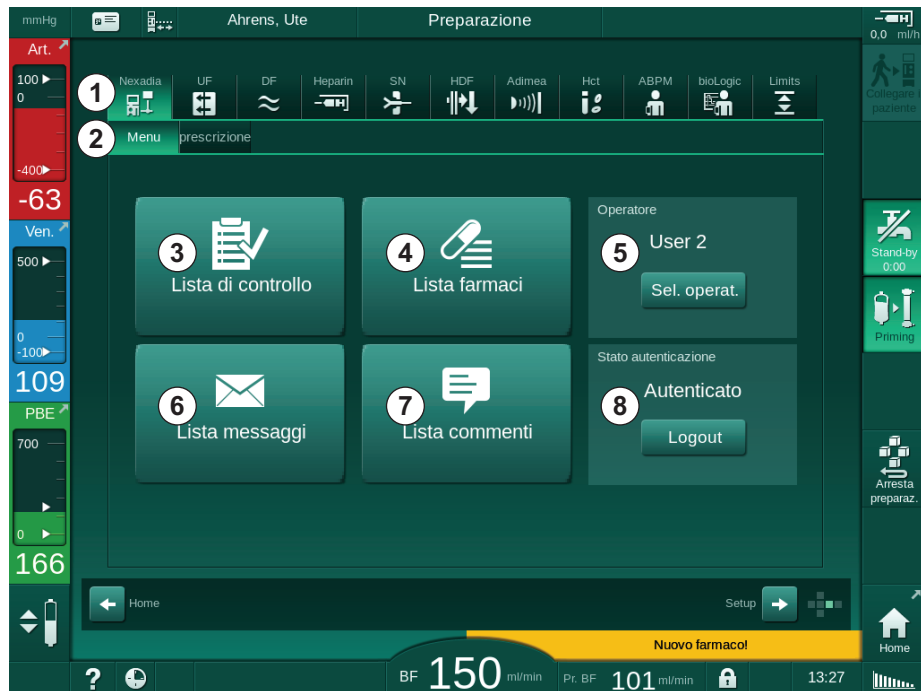

Fig. 11-36 Menu Nexadia nella videata *Dati terapia*
Con Nexadia, l'apparecchiatura è in grado di inviare e/o ricevere informazione (ad es. messaggi, commenti e liste) tra apparecchiatura e server dati. E' inoltre possibile selezionare l'operatore. È possibile gestire queste opzioni nel menu Nexadia. Questo menu si apre toccando l'icona *Nexadia* (Fig. 11-36, ①) e il tasto *Menu* ② della videata *Dati terapia*.
1. Toccare *Selezionare operatore* ⑤ del menu Nexadia (Fig. 11-36 Menu Nexadia nella videata Dati terapia (316), ⑤).
1. Toccare l'icona *Lista commenti* del menu Nexadia (Fig. 11-36 Menu Nexadia nella videata Dati terapia (316), ⑦).
1. Toccare l'icona *Lista di controllo* del menu Nexadia (Fig. 11-36 Menu Nexadia nella videata Dati terapia (316), ③).
1. Toccare l'icona *Lista farmaci* del menu Nexadia (Fig. 11-36 Menu Nexadia nella videata Dati terapia (316), ④).
1. Toccare l'icona *Lista messaggi* del menu Nexadia (Fig. 11-36 Menu Nexadia nella videata Dati terapia (316), ⑥).